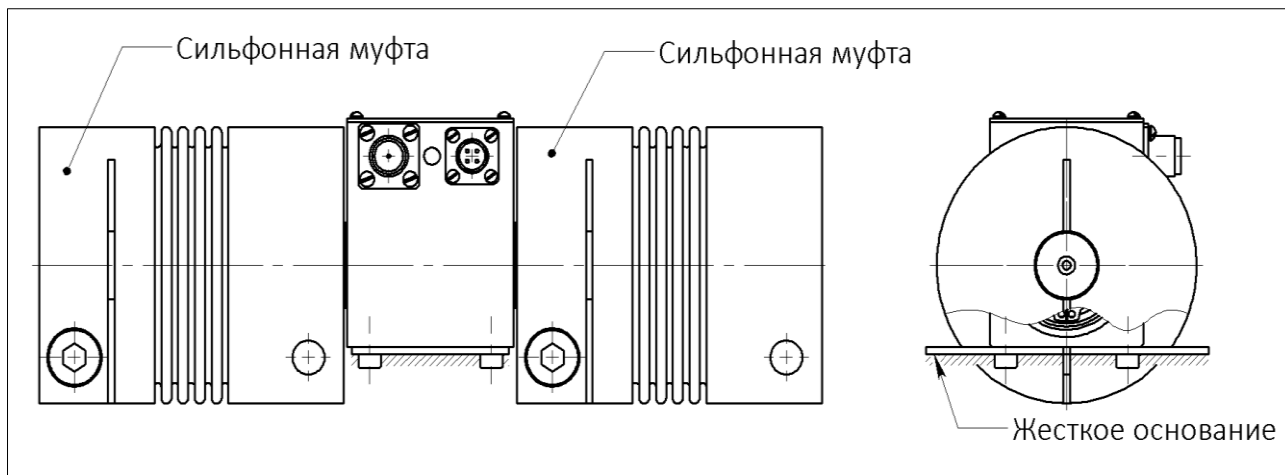

Рис. 4 – Установка датчика M25 с применением сильфонных муфт
- жесткое крепление корпуса при использовании сильфонных муфт – рис. 4;